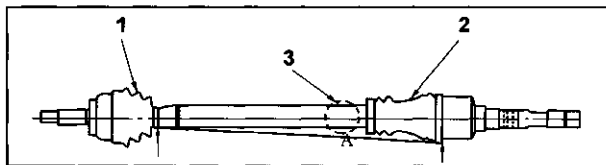

图 7-3-13 测量驱动轴长度
2. 测量两驱动轴外侧防尘罩和内侧防尘罩内缘间的直线跨离,测量位置(尺寸“A”)应在驱动轴纵剖面底部(见图 7-3-13)。阻尼配重装在左驱动轴总成上,在测量驱动轴长度前,应从驱动轴上拆下阻尼配重,测完后,装好阻尼配重并以 28 N·m 的扭矩拧紧配重的固定螺栓。